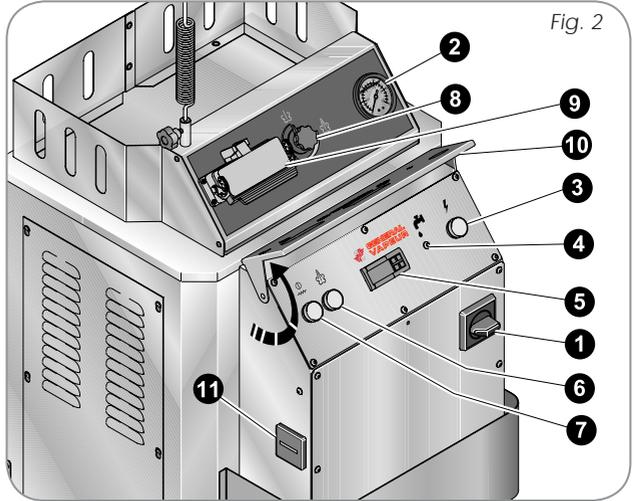
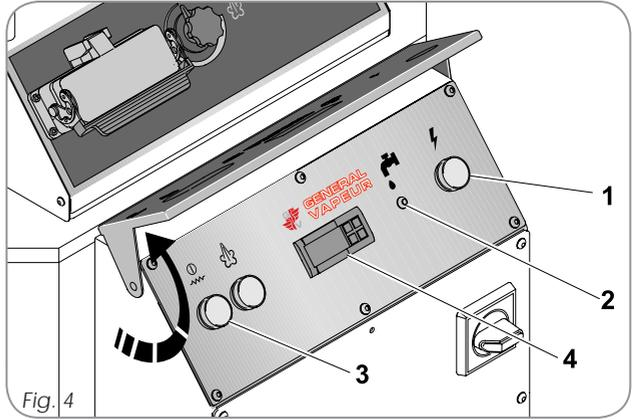
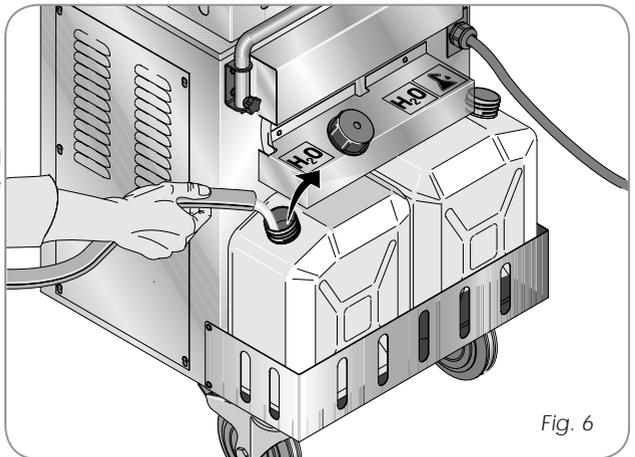

Fig. 2
Fig. 4
Fig. 6
El indicador de control (1-Fig.4) iluminado en el panel de control indica la correcta alimentación de la máquina.
Conecte el interruptor principal para las funciones de la bomba de calefacción (3-Fig. 4), el indicador de temperatura (4-Fig. 4) parpadeará durante aprox. 4-5 segundos y después se parará indicando la temperatura interna de la caldera. Si no hay agua en el depósito se enciende la luz de fin de agua (2) junto con una señal acústica.
El indicador de control (2 Fig. 4) se iluminará durante aprox. 2 segundos y luego se apagará.
Cuando la temperatura haya alcanzado aprox. 180° (visible en el indicador 4 Fig. 4) y la presión sea de aprox. 10 bar (manómetro 2 Fig. 2), la máquina estará lista para suministrar vapor. Si falta agua en el depósito, el indicador de fin de agua (2 fig. 4) comenzará a parpadear junto con un aviso acústico.
Llene el depósito con agua fresca como se indica en la Fig. 6. Cuando se supera el nivel mínimo, la luz que indica el fin del agua y la bocina se apagan (2 - Fig. 4)
Al llenar la caldera con agua, el testigo (2 - Fig. 4) se enciende sin señal acústica.
- Con el depósito lleno y la caldera vacía, una vez activado el generador mediante los interruptores (véase el párrafo "PREPARACIÓN"), el sistema pone en marcha la bomba de llenado de agua hasta alcanzar el nivel de la caldera. En esta fase la resistencia de calefacción se desactiva, mientras que el indicador luminoso (2 fig.4) se enciende fijo sin señal acústica indicando que el procedimiento de carga está en curso.
- Una vez finalizado el proceso de carga, la bomba se desconecta y al mismo tiempo se habilita la calefacción a través de la resistencia de calefacción y se apaga el piloto de señalización (2 fig. 4).
- Siempre que la sonda de nivel de la caldera detecta falta de agua, se realiza la fase de llenado, durante la fase normal de reposición de nivel la resistencia permanece habilitada para calentar y el piloto de señalización (2 fig. 4) se enciende sin señal acústica.
- Si el sensor de nivel del bidón se destapa durante la carga, el sistema bloquea inmediatamente las funciones de carga y el indicador de advertencia (2 fig. 4) se enciende de forma intermitente y se activa la señal acústica intermitente.
- Siempre que el sensor de nivel del depósito detecte falta de agua, el sistema bloquea inmediatamente las funciones de carga y el indicador (2 fig.4) parpadea con la señal acústica intermitente.
- **¡ATENCIÓN!** Si el sensor de nivel de la caldera permanece descubierto durante más de **3 min.** durante la fase de carga normal, el sistema desactivará las funciones de calefacción y carga, el testigo luminoso pasará de estado encendido a intermitente con la activación de la señal acústica. En este punto, el generador debe restablecerse apagando y volviendo a encender el interruptor general (3 fig. 4).
MODALIDAD' PARA SELECCIONAR LA TEMPERATURA DEL VAPOR (5 - Fig.2)